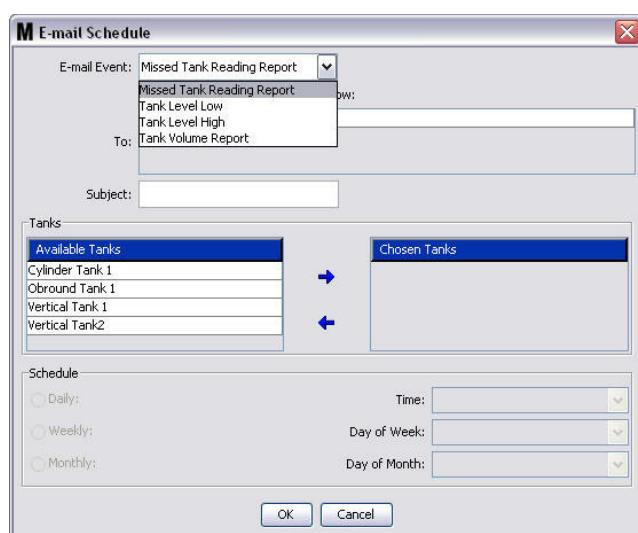

Рис. 141
- Нажмите кнопку «New Schedule» [Создать расписание], чтобы появилось окно настройки «E-mail Schedule» [Планирование отправки электронной почты]» (Рис. 141).
- Появится окно «E-mail Event» [Событие отправки электронного письма] (Рис. 141 на стр. 107). После внесения изменений нажмите кнопку «OK» [OK], чтобы закрыть окно и сохранить.